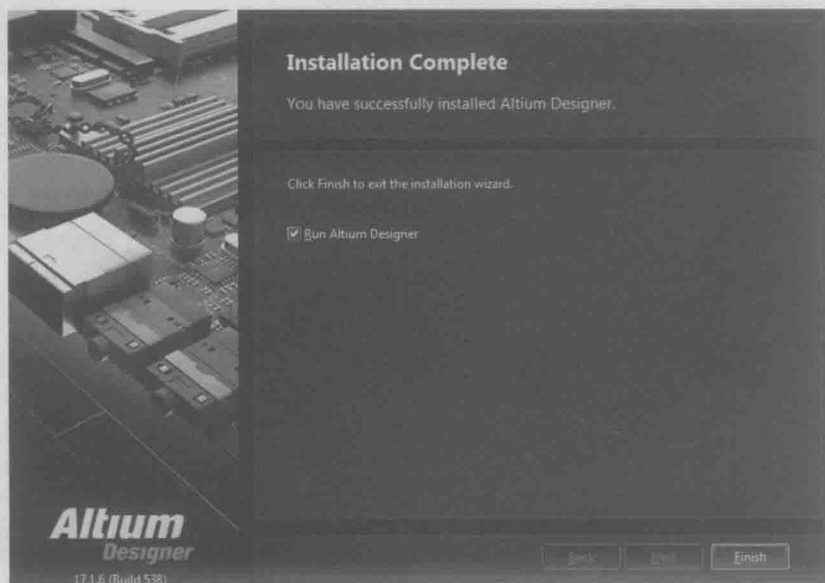
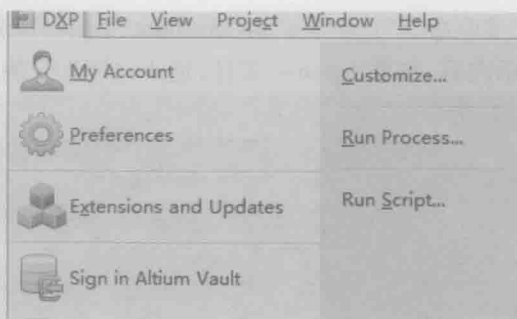

图 1-7 完成安装
图 1-8 打开我的账户
⑦图 1-7 所示为安装完成对话框,取消“Run Altium Designer”选项,单击“Finish”按钮完成安装。
⑧安装完成后,进入 Licenses 文件夹,把 msimg32.dll 复制到 Altium 软件安装目录,然后启动软件。
⑨如图 1-8 所示,执行菜单命令“DXP”→“My Account”,进入 License 管理对话框。